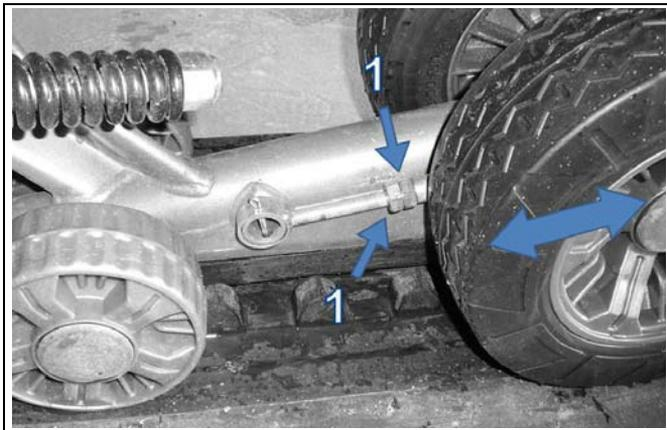

Figure 24
- Régler la tension de la chenille au minimum (voir la Figure 24).